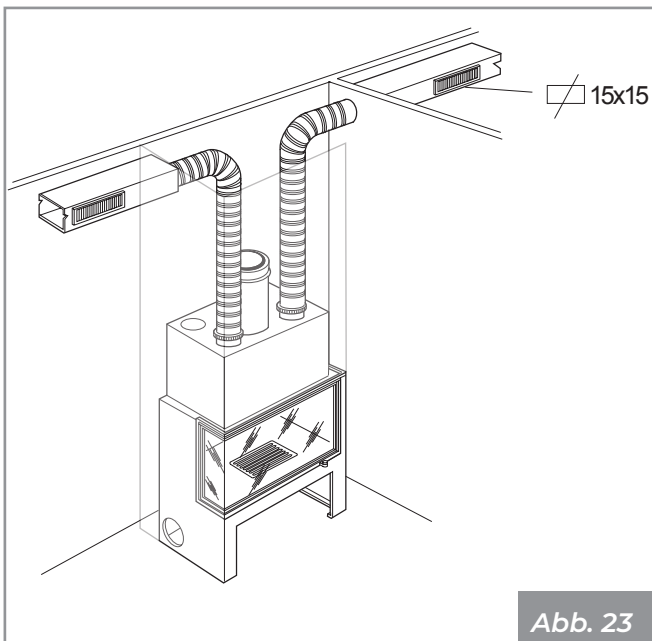

Abb. 23
- Aluminiumschlauch - Länge bis 6 m auf einzigem Kanal (Abb. 23);
- Glattes Metallrohr - Länge bis 10 m auf einzigem Kanal (Abb. 23);